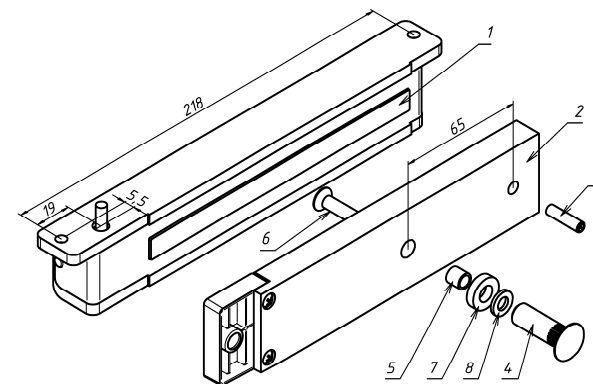
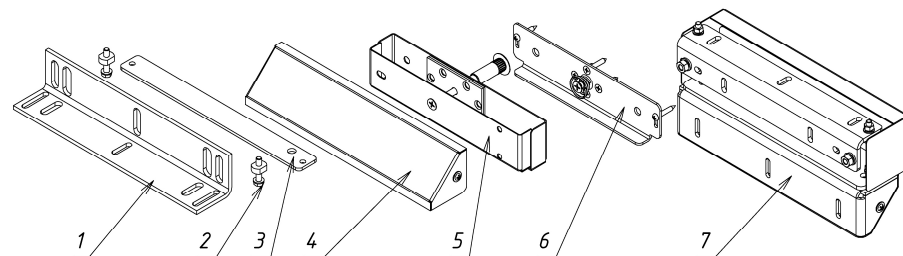

Рисунок 1
Рисунок 2
3.1 Комплект поставки (рисунок 1):
- корпус замка (1) - 1 шт.
- якорь (2) - 1 шт.
- комплект крепления якоря: штифт (3), втулка (4), втулка проходная (5), винт М6х35 (6), кольцо уплотнительное (7), шайба (8).
- По отдельным заказам поставляются следующие опции (рисунок 2):
- Монтажный L-уголок AL-300PR (1)
- Комплект крепежа 150-300-К (2)
- Планка М300 (3)
- МК AL-300PR Монтажный комплект (4)
- Комплект смещения якоря 300-400PR (5)
- Комплект 350P (6)
- МК AL-300-400PR-Inside Монтажный комплект (7).